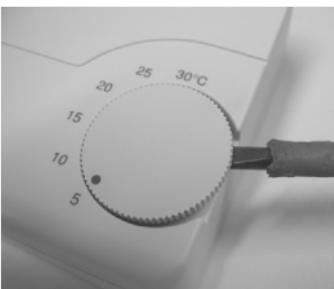

Figure 2
- Soulevez précautionneusement (par ex. à l'aide d'un tournevis) le bouton rotatif et tirez celui-ci précautionneusement vers le haut (voir fig. 2).